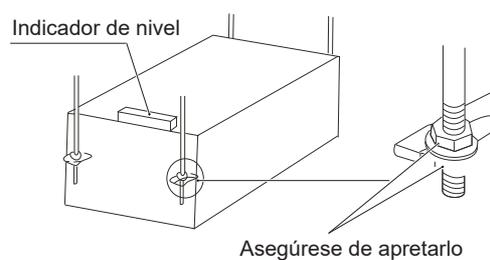

Fig.5-7
3. Utilice el indicador de nivel para confirmar la horizontalidad de la unidad. (Evite inclinarla hacia el lado sin drenaje; es preferible inclinarla ligeramente hacia el lado de drenaje). Consulte la Fig.5-7.